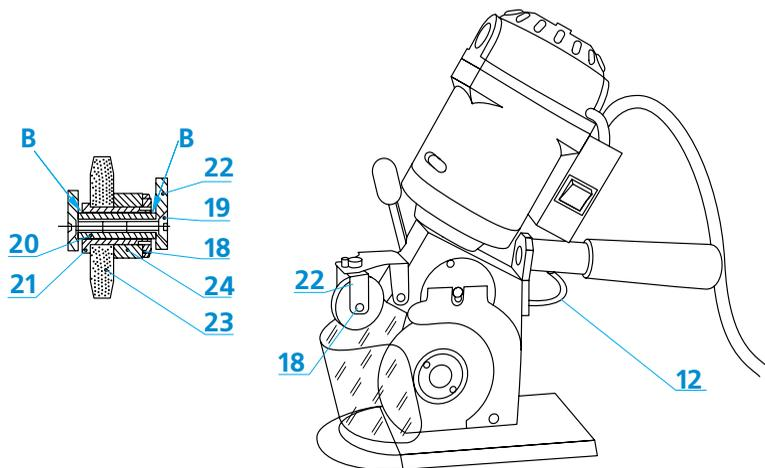

Рис.7
Эффективность затачивания ножа, при износе заточного камня, обеспечивается увеличением угла наклона камня к плоскости ножа. Если запас регулирования угла наклона камня будет исчерпан и износ камня таков, что невозможно добиться эффективной заточки, камень следует заменить на новый или "перемонтировать" устройство с камнем и использовать другую, еще не изношенную сторону. В обоих случаях следует демонтировать заточное устройство (рис.7). С этой целью выкрутить два винта (18) и отсоединить заточное устройство от кронштейна (22). Затем из втулки (21) вынуть ось (20) и, придерживая рукой бортик втулки, открутить гайку (19).
Теперь можно снять все элементы устройства и произвести замену камня (23). Монтаж заточного устройства выполнить, устанавливая на втулку элементы в той последовательности, как указано на рис. 7. Смонтированное заточное устройство присоединить винтами (18) к кронштейну (22) всегда в одном и том же положении, т.е. так, чтобы гайка (19) была со стороны тяги заточного устройства (12) - рис. 7.